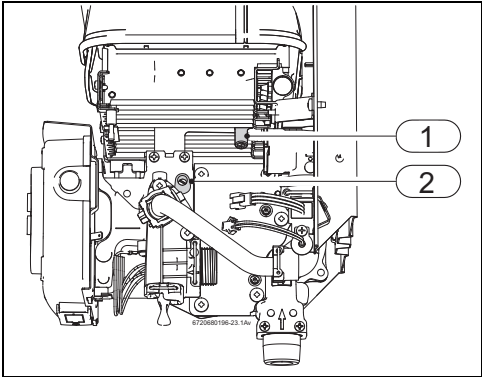

Fig. 25 Pontos de medição da pressão
- ▶ Desapertar o parafuso obturador (Fig. 25, [1]).
- ▶ Ligar o manómetro ao ponto de medição da pressão do queimador (Fig. 25, [1]).
- ▶ Regular a pressão mínima do queimador (→ tabela 11) utilizando o parafuso de ajuste do caudal de gás mínimo (Fig. 25, [2]).